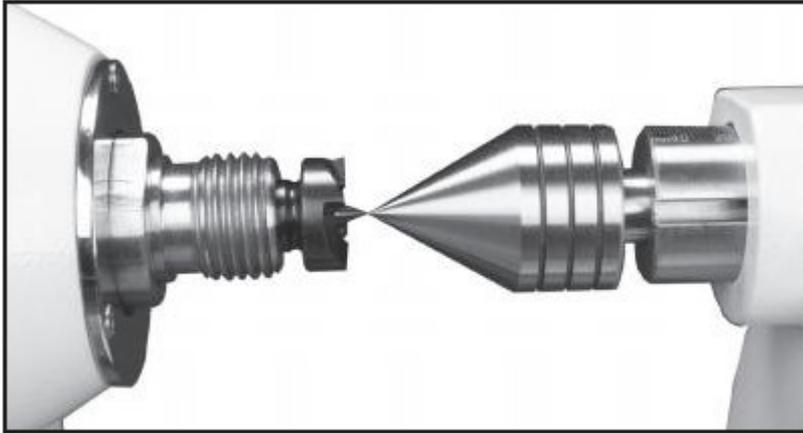

Abb.8-16: Ausrichtung der Zentrierspitzen
1. Schieben Sie den Reitstock in Richtung Spindelstock, bis die Zentrierspitze des Reitstocks die Zentrierspitze des Spindelstocks fast berührt (siehe Abb. 8-16).